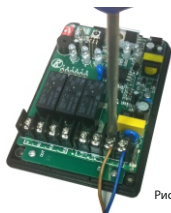
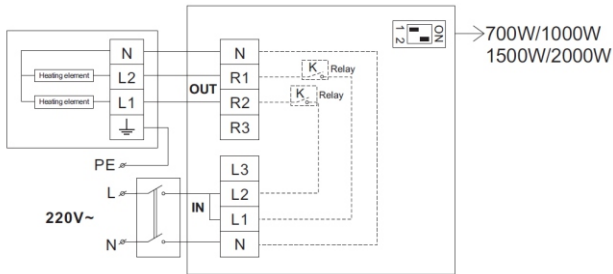
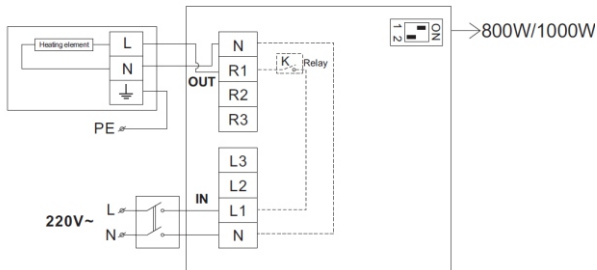

Рис. 10
Рис. 11
Рис. 12
5. Подключение блока управления производится в соответствии со схемой, указанной на рис. 11 (для серии TCH A1N) или рис. 12 (для серии TCH A2), а также маркировкой, указанной на соединительной колодке инфракрасного обогревателя и блока управления.
- присоединить кабель электрической сети к соединительной колодке блока управления (рис.10), надёжно закрутив установочные винты, согласно схеме подключения, указанной на рис. 11 для инфракрасного обогревателя серии TCH A1N и на рис. 12 для инфракрасного обогревателя серии TCH A2,
При подключении блока управления к инфракрасному обогревателю серии TCH A1N необходимо установить перемычку в соединительной колодке блока управления между контактами «L2» и «L1» (см. рис. 11).
- присоединить к соединительной колодке блока управления электрический кабель, подключаемый к инфракрасному обогревателю (рис. 13), надёжно закрутив установочные винты, согласно схеме подключения, указанной на рис. 11 для инфракрасного обогревателя серии TCH A1N и на рис. 12 для инфракрасного обогревателя серии TCH A2,
- для инфракрасного обогревателя серии TCH A1N перевести переключатель 2 на блоке управления в положение «ON» (см. рис. 11), для инфракрасного обогревателя серии TCH A2 перевести переключатель 1 на блоке управления в положение «ON» (см. рис. 12),
- подключить электрический кабель блока управления к соединительной колодке инфракрасного обогревателя (рис. 15), надёжно закрутив установочные винты, согласно схеме подключения, указанной на рис. 11 для инфракрасного обогревателя серии TCH A1N и на рис. 12 для инфракрасного обогревателя серии TCH A2,